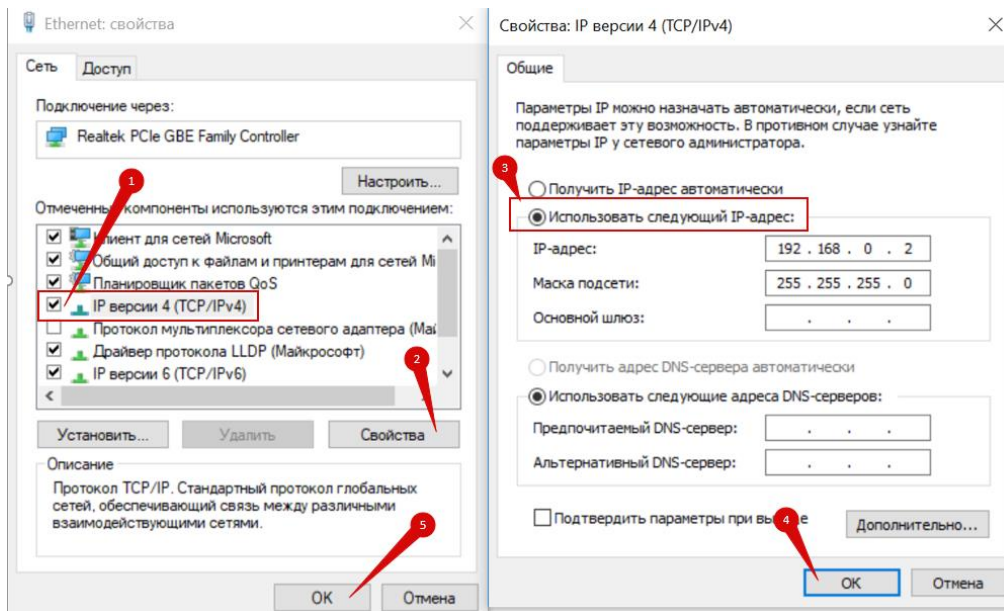

Рисунок 13.1
13.1.2.3 Далее (см. рисунок 13.1) выбрать из списка «IP версии 4 (TCP/IPv4) и нажать кнопку «Свойства».